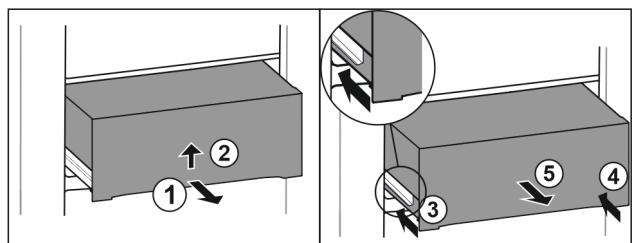

Fig. 48
- Predal izvlecite do polovice. Fig. 48 (1)
- Dvignite predal na spodnji strani. Fig. 48 (2)
- Vstavite levo vodilo. Fig. 48 (3)
- Vstavite desno vodilo. Fig. 48 (4)
- Predal vzemite ven v smeri naprej. Fig. 48 (5)